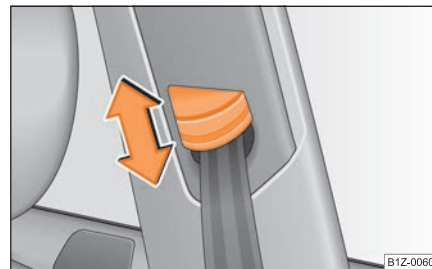

Fig. 175 Asiento delantero: ajuste de la altura del cinturón
- Desplace el herraje de inversión en el sentido deseado, hacia arriba o hacia abajo ⇒ página 175, fig. 175.